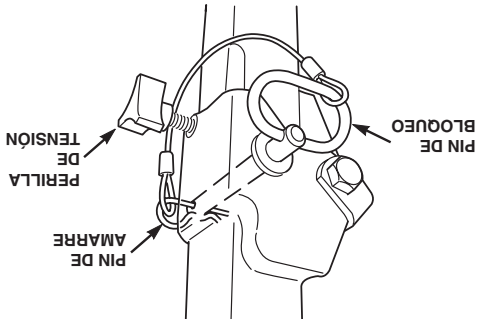

Figura 2-2 Bisagra del ROPS
2. Retire los pasadores de chaveta de las horquillas y los dos (2) pines de bloqueo. Vea la Figura 2-2.
5. Instale los dos (2) pines de bloqueo a través del agujero, asegúrelos con los dos (2) pasadores de chaveta de las horquillas y apriete las perillas de tensión. Vea la Figura 2-2.